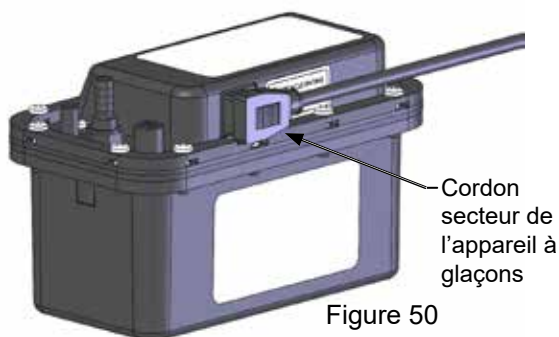

Figure 50
7. Débranchez le cordon d'alimentation de l'appareil à glaçons de la pompe de drainage (Voir la Figure 50).